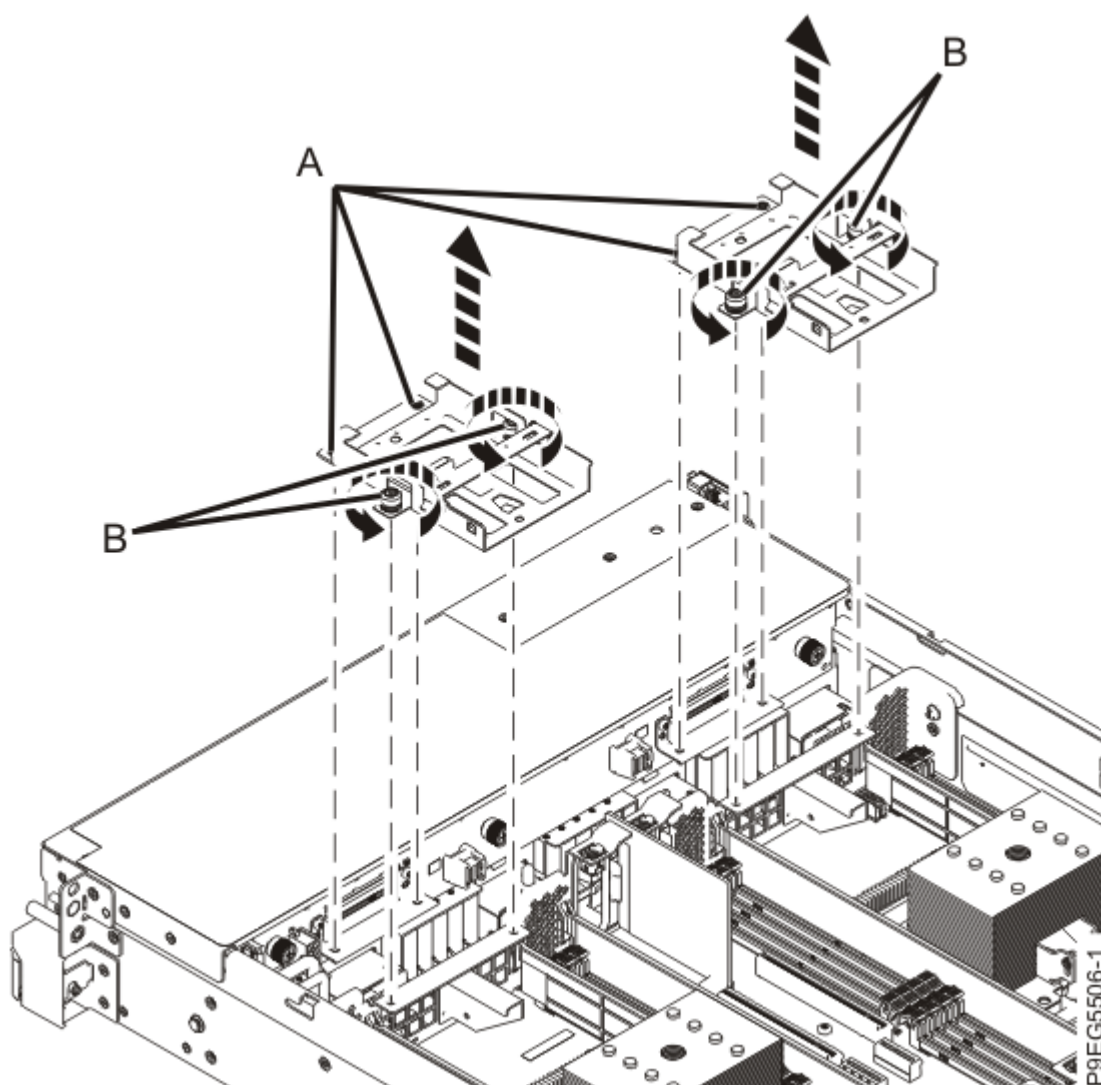

Figura 9. Extracción de las bandejas de la unidad
4. Quite las bandejas de la unidad **(A)**, tal como se muestra en la Figura 9 en la página 12.